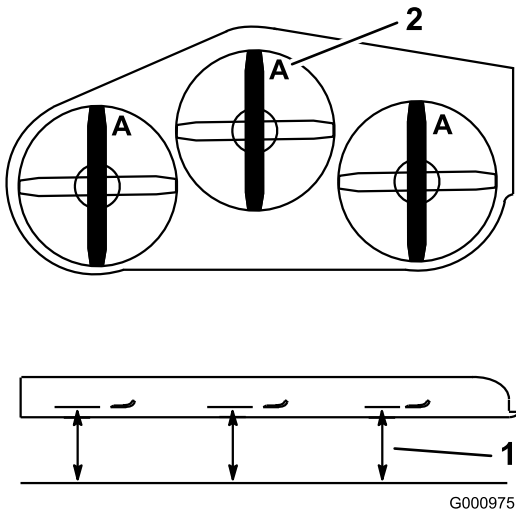

Bild 77
3. Drehen Sie die Schnittmesser, bis die Enden nach vorne und hinten gerichtet sind. Messen Sie von einer ebenen Fläche bis zu den Schnittkante (Position A) der Messer (Bild 77). Notieren Sie diesen Wert.